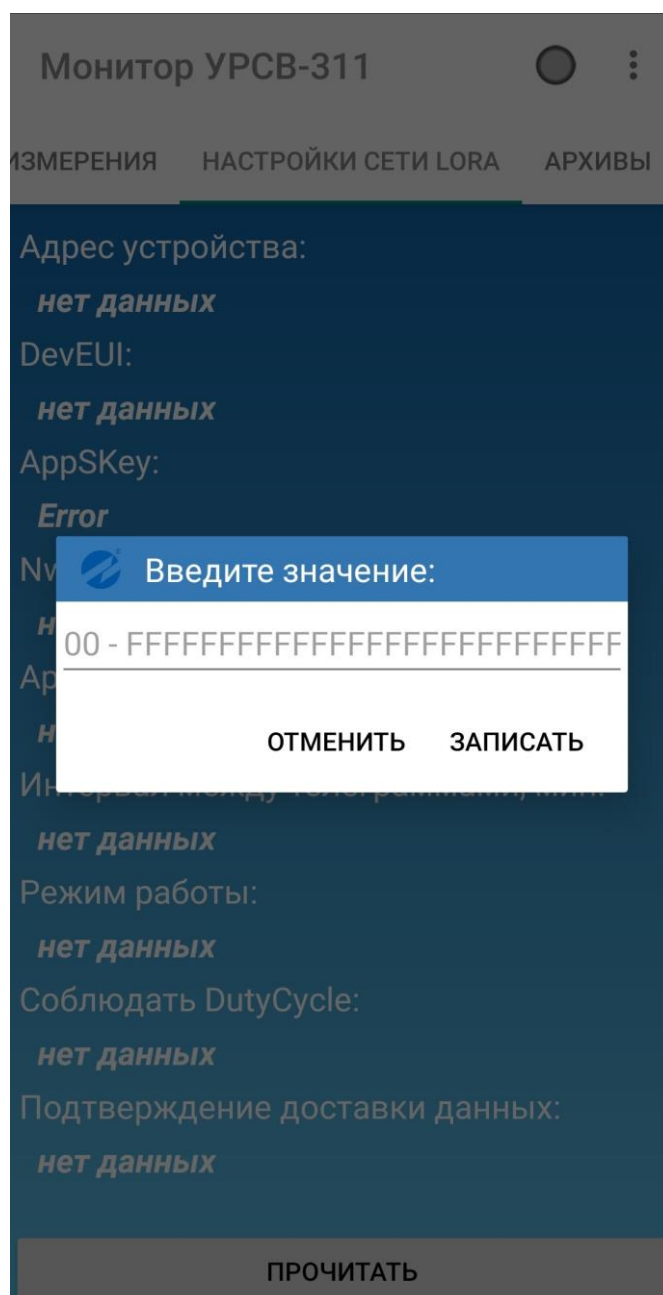

Рис.23. Вид меню для изменения параметров интерфейса LORA.
Для изменения параметров вкладки **НАСТРОЙКИ СЕТИ LORA**, необходимо нажать на значение необходимого параметра – появится меню команд **Введите значение:** с выбором пунктов: **ОТМЕНИТЬ** либо **ЗАПИСАТЬ** (рис.23).
1. Уникальный идентификатор «**DevEUI**» – нельзя изменить. Остальные параметры можно менять (рис.23).